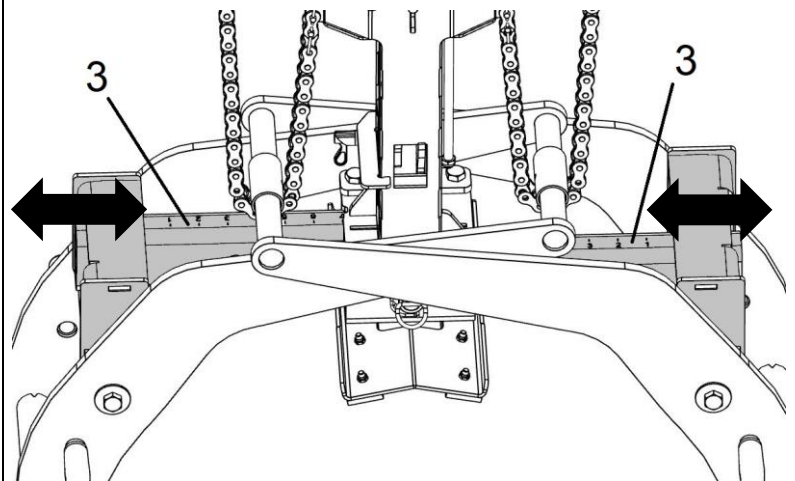

Abb. 3
4. Seitenteile (3) auf beiden Seiten verschieben (synchron zueinander), bis der erforderliche Greifbereich für das zu greifende Greifgut (Betonrohr) eingestellt ist (Abb. 3).